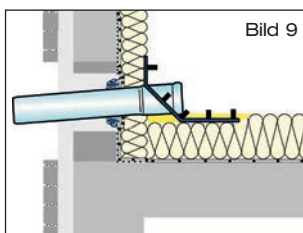

Bild 9
Dichtelement des Schiebeflansches innen und Auslauf des Ablaufrohres mit Festflansch außen hinreichend mit LORO-X Gleitmittel versehen. Ablaufrohr mit Festflansch in den Schiebeflansch bis in seine Einbauposition einführen (Bild 9). Entstandene Hohlräume in der Wärmedämmung schließen.
3.2 Im Bereich des Dachablaufes Aussparung in der Kunststoff-Dachdichtungsbahn in Größe der Außenkonturen des Ablaufrohrs mit Festflansch vorsehen (Bild 9).